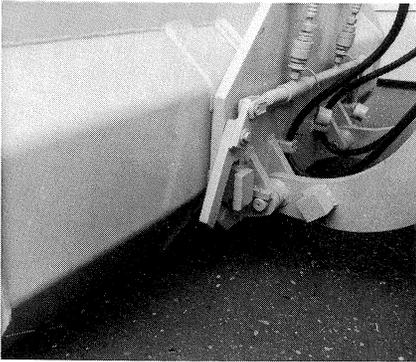

Bild 26
- (2) Mit dem Wechselrahmen Schaufel bzw. Anbaugerät aufnehmen und bei gleichzeitigem ankippen des Wechselrahmens die Schaufel bzw. Anbaugerät anheben bis der Wechselrahmen (Bild 26) anliegt.